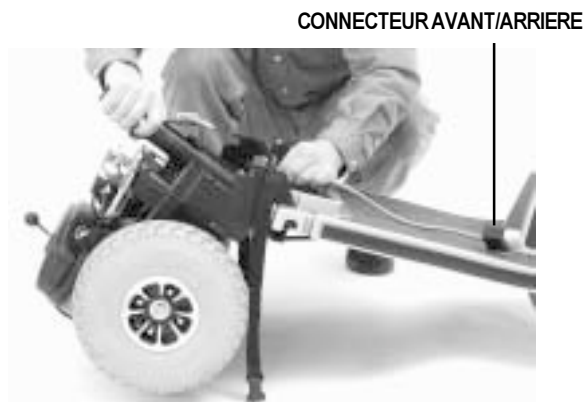

Figure 22. Verrouillage des sections
MISE EN GARDE!! Placez le câble avant/arrière de façon à ce qu'il ne soit pas coincé entre les sections lorsque vous basculerez la section arrière vers l'avant. Voir la figure 22.
3. Tenez le mât du siège pour faire pivoter la section arrière vers l'avant jusqu'à ce que les ergots soient complètement insérés dans les fentes d'assemblage. Voir la figure 22.